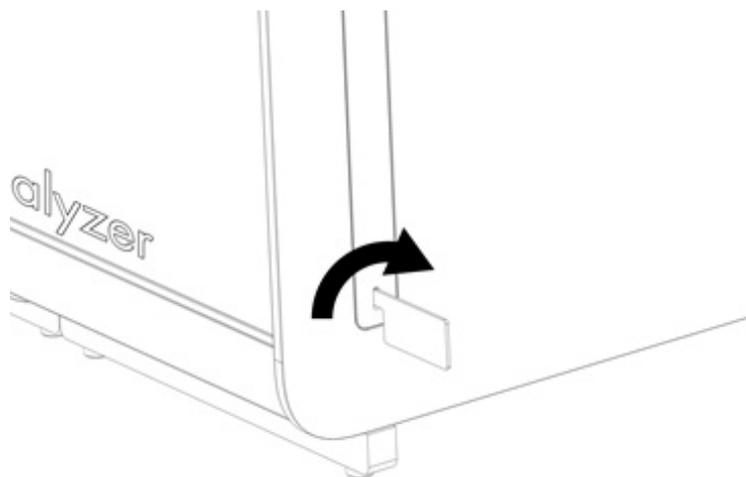

Figura 5. Removendo as coberturas de proteção.
2. Remova as coberturas de proteção da parte lateral do Módulo analítico com a Ferramenta de remoção de coberturas de proteção fornecida com o QIAstat-Dx Analyzer 1.0 (Figura 5).